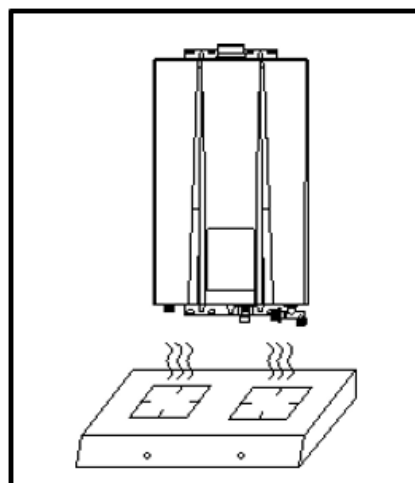

Fig. 6
- Não instale o esquentador por cima de fogões a gás ou outras fontes de calor (Fig. 6).